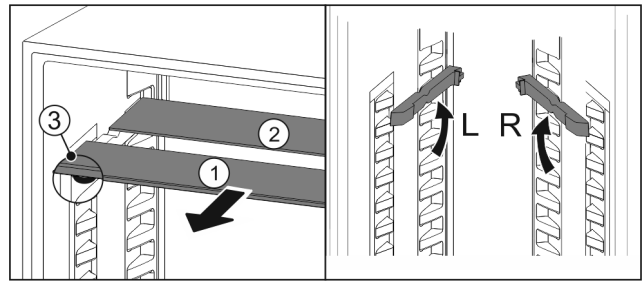

Fig. 120
- ▶ estrarre i ripiani di vetro singolarmente tirando in avanti Fig. 120 (1).
- ▷ Il piano in vetro Fig. 120 (1) con il motivo ornamentale è nella parte anteriore.
- ▷ I fermi Fig. 120 (3) sono rivolti verso il basso.